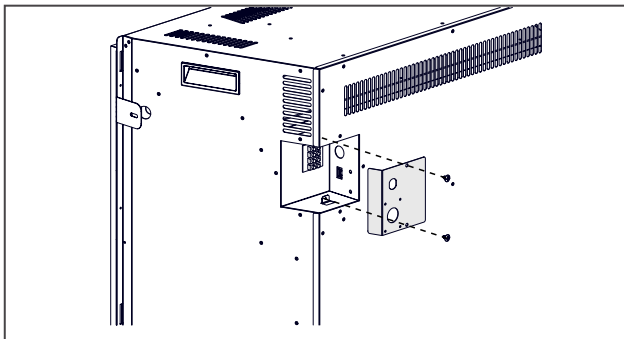

Fig. 20
- Placez le câble à 2 ou 3 conducteurs du côté droit de l'enceinte pour l'installation du câblage direct selon la capacité de sortie de chaleur désirée de 120 V ou 240 V (**Fig. 20**).